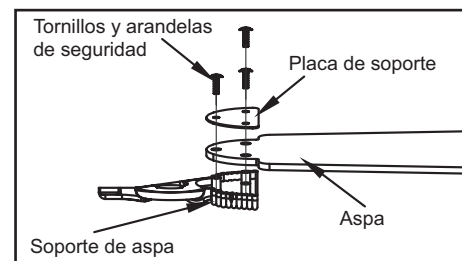

Figura 7
1. Une el asa y su soporte, mediante las placas de soporte de asa, tornillos y arandelas de seguridad provistas (Figura 7). Inserta el tornillo en el soporte. Repite para los otros dos tornillos.